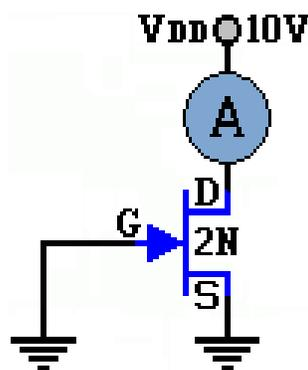

Figura 10.2.
1. Arme el circuito de la figura 10.2. Medir la corriente de drenado, I_{DSS}. Anote este valor en la tabla 1.